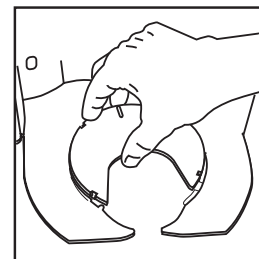

Fig. 7
2. Position the disk with the indicator bar facing up and align the tabs on the disk with the slots on the dispenser. **See Fig. 7.**
2. Coloque el disco con la barra indicadora orientada hacia arriba y alinee las pestañas del disco con las ranuras de la distribuidora. **Véase la Fig. 7.**
2. Placer le disque de façon à ce que la bande indicatrice soit sur le dessus, puis aligner les tiges situées sur le disque avec les fentes de la boîte distributrice. **Voir fig. 7.**